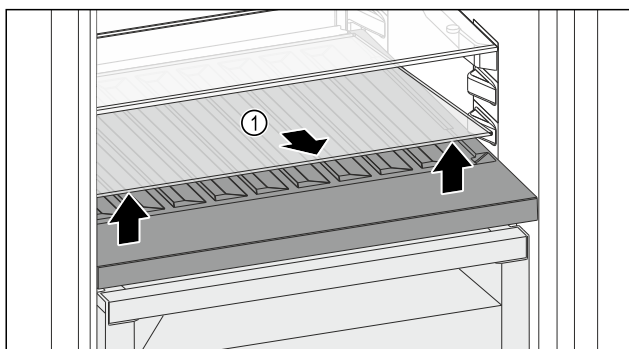

Fig. 116
- ▶ Dvignite stekleno ploščo Fig. 116 (1) pri odprtini spredaj in jo odstranite.
- ▶ Stekleno ploščo Fig. 116 (1) varno shranite zunaj naprave.